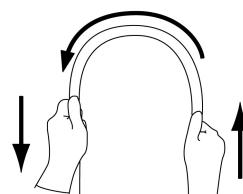

図2
- 挿入部を両手で持ち、全長にわたって図2に示すように順次半円の頂点をずらすように曲げたときに、適切な柔らかさを有しており、柔らかさが不連続になっているなどの異常がないこと。